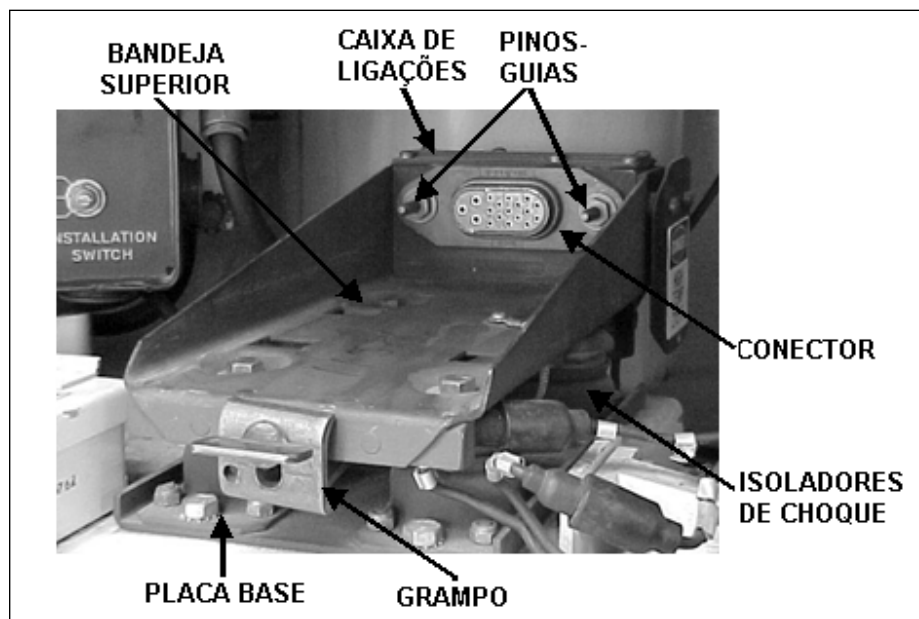

Fig 8-40. Base de montagem MT-1898/VRC
b. Base de Montagem MT-1898/VRC (Fig 8-40)
(1) Descrição - A MT-1898/VRC é a base de montagem para o receptor R-442/VRC. Quatro amortecedores compostos de palha de aço inoxidável absorvem os choques. Quatro parafusos que atravessam os isoladores de choque seguram a bandeja superior da base. Uma treliça de cobre liga a bandeja superior e a placa inferior da base, assegurando o aterramento. O grampo prende o R-442/VRC na MT-1898/VRC.
(2) A MT-1898/VRC contém uma caixa de ligação selada por junta de vedação que distribui tensões de alimentação, de controle e de rádio entre o R442/VRC e outros equipamentos no sistema do conjunto-rádio. O conector na parte da frente da caixa de ligação liga-se a um conector na parte de trás do R-442/VRC. Três outros conectores (não mostrados), localizados no fundo da caixa de ligações, ligam o sistema de alimentação aos cabos de controle.